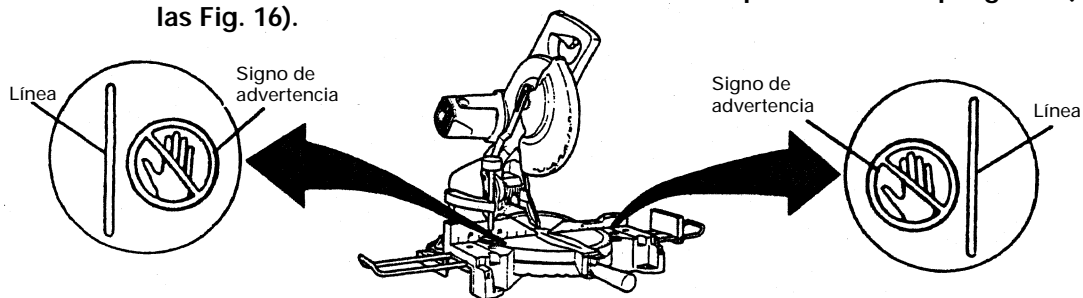

Fig. 16
- \* No coloque nunca sus miembros dentro de la línea cerca del signo de advertencia mientras está utilizando la herramienta. Esto podría resultar peligroso (consulte las Fig. 16).